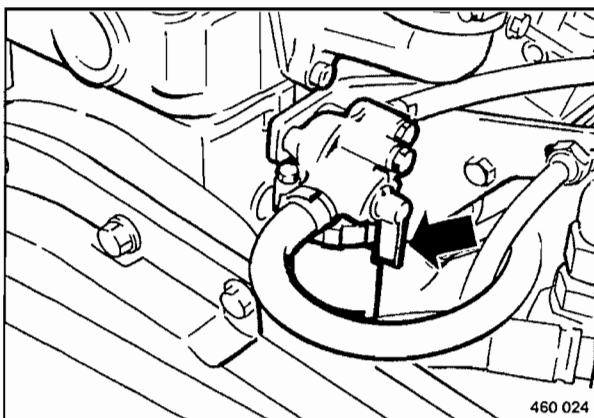

Fig. 33
- Comprobar si la palanca de cierre de combustible (Fig. 33) se encuentra en posición vertical hacia abajo.